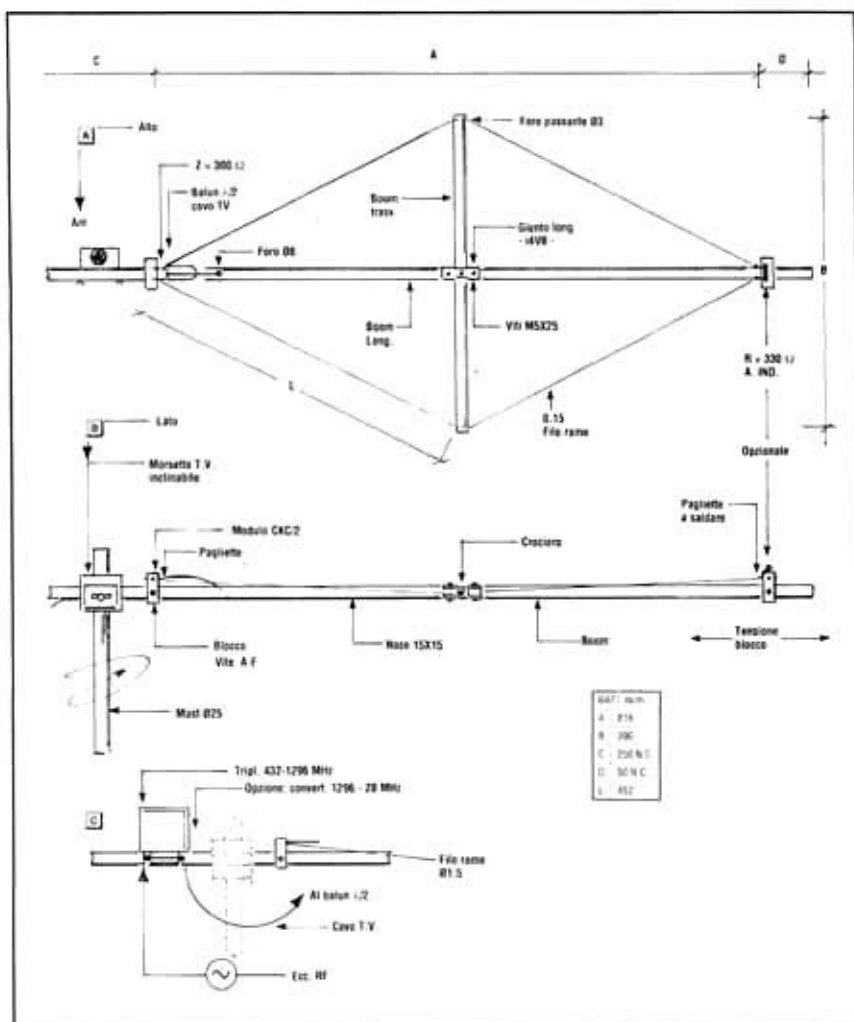

Fig. 2 - Antenna rombica a 2 lambda per uso portatile. Schema di assemblaggio e misure.
Il lay-out è riferito alla fig. 2/A con vista dall'alto, alla fig. 2/B con vista laterale e 2/C sempre laterale.
a) **Preparazione della crociera.** Tagliare una sezione di profilato di noce alla lunghezza richiesta dalla tabella in fig. 2 (dati in mm). Successivamente fissare entrambe le due sezioni trasversali a quella longitudinale mediante il raccordo meccanico a tre fori. Il raccordo è usato come maschera di foratura quindi non sono necessarie par-
Il tutto si fissa in morsa e si fora con punta da Ø5 mm; per ulteriori dettagli osservare la figura 4/A a destra. Prima di procedere al bloccaggio con viti e dadi M5 ricordarsi di praticare i fori alle estremità delle sezioni trasversali per il successivo passaggio del cavetto di antenna. La distanza dei fori va computata dalla crociera e dalla mezzzeria del giunto meccanico a tre fori (vedi tabella: B/2). Tornando alla fig. 2/A (lay out), tenere presente che per errore il giunto meccanico è stato disegnato in senso longitudinale, mentre in realtà è stato usato in senso trasversale. Non credo comunque che esistano problemi... l'importante è che il boom trasversale sia tenuto sufficientemente lun-
go da mettere in tensione il cavetto di antenna oppure per ospitare eventuali preamplificatori o convertitori direttamente assemblati sull'antenna stessa (particolare fig. 2/C).
c) **Assemblaggio meccanico dell'antenna.** Fare nuovamente riferimento alla fig. 2/A e 2/B. Predisporre la crociera e fissarla ad un supporto verticale mediante un morsetto di tipo TV, per praticità di utilizzazione; tagliare due cavetti Ø 1,5 mm alla misura Lx2 (vedi tabella); infilare i cavetti nelle sezioni trasversali e saldare i terminali alle pagliette dei moduli precedentemente infilati sul boom longitudinale. Il primo supporto isolante (CKC/2) va bloccato in posizione fissa, il secondo è lasciato temporaneamente libero per facilitare la saldatura. Dopo la saldatura anche il secondo supporto va bloccato in posizio-
Fig. 2 - Ecco come si presenta l'apparecchio a coperchio aperto. A destra in alto vi trova posto la batteria anodica (sportello chiuso) mentre sotto si può notare come viene infilata la batteria per l'accensione dei filamenti (sono due batterie collegate in serie).